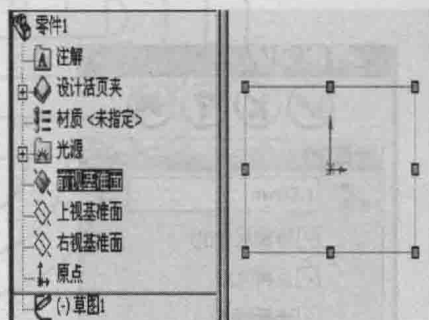
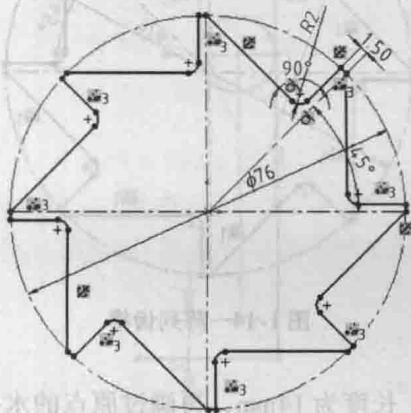

图 1-9 选择“前视基准面”
图 1-10 棘轮平面图形
(1) 单击标准工具栏上的“新建”图标按钮  → “零件” → “确定”。
(2) 在特征管理器中选择“前视基准面”, 如图 1-9 所示。单击草图绘制按钮 , 进入草图绘制, 准备绘制如图 1-10 所示棘轮平面图形。